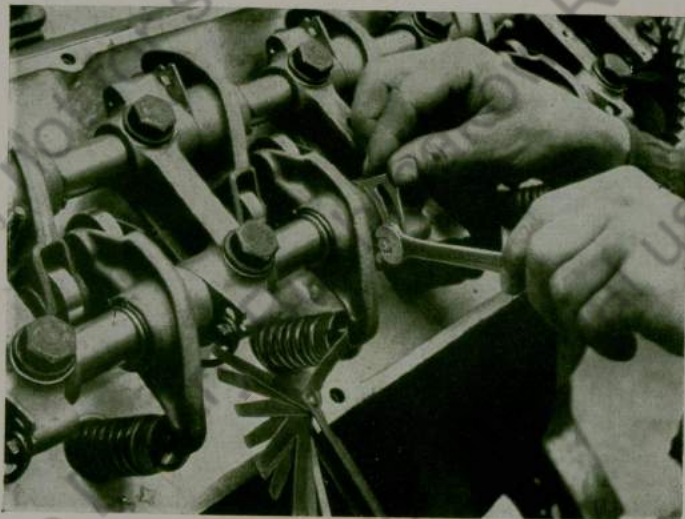

Abb. 21 Nachstellen des Ventilspiels
Beim Aufsetzen des Zylinderkopfes ist darauf zu achten, daß sich die Zylinderkopfdichtung in vollkommen einwandfreiem Zustand befindet. Das Anziehen der Zylinderkopfschrauben muß sehr sorgfältig ausgeführt werden. Von der Mitte ausgehend sind alle Schrauben nach der in Abb. 13 vorgeschriebenen Reihenfolge wiederholt allmählich anzuziehen. Nach Einbau ist das Ventilspiel auf 0,25 mm (siehe Abb. 21) einzustellen. Der Motor soll dann ohne Last warmlaufen, wonach sämtliche Zylinderkopfschrauben neu nachzuziehen sind. Ventile nochmals auf Spiel prüfen. Die Zylinderkopfschrauben sind mit einem Drehmomentschlüssel von 10 mkg oder mit einem doppelarmigen Steckschlüssel von 60 cm Grifflänge anzuziehen.
1. Nachstellen des Ventilspiels (Abb. 21).